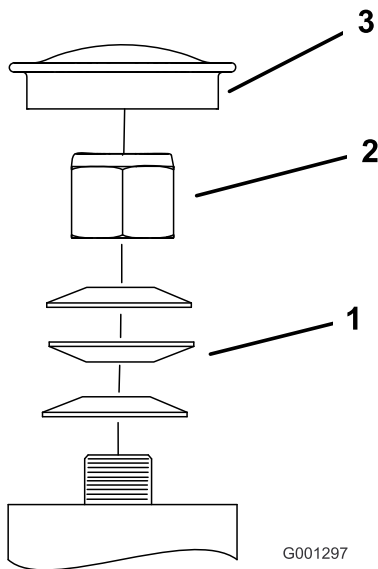

Figure 60
3. Retirez le capuchon protecteur de la roue pivotante et serrez le contre-écrou (**Figure 60**).
4. Continuez de serrer le contre-écrou jusqu'à ce que les rondelles élastiques soient aplaties, puis desserrez-le d'un quart de tour pour obtenir la précharge correcte des roulements (**Figure 60**).
Important: Veillez à placer les rondelles élastiques comme montré à la **Figure 60**.
5. Remettez le capuchon protecteur en place (**Figure 60**).